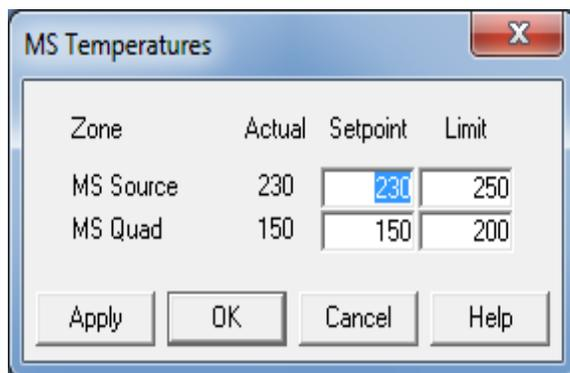

図 19 温度の設定
- 2 [パラメータ] メニューから [温度] を選択します (図 19)。